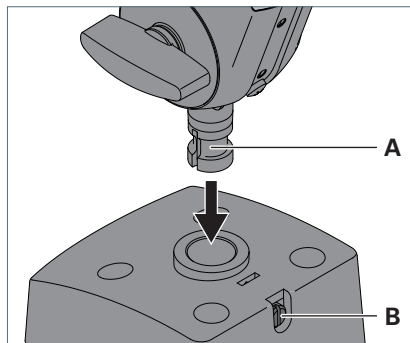

Fig. 2: Montare l'apparecchio di illuminazione sull'elemento di fissaggio.
- Inserire il perno **A** dell'asta dell'apparecchio di illuminazione nell'apertura dell'elemento di fissaggio, vedi Fig. 2.